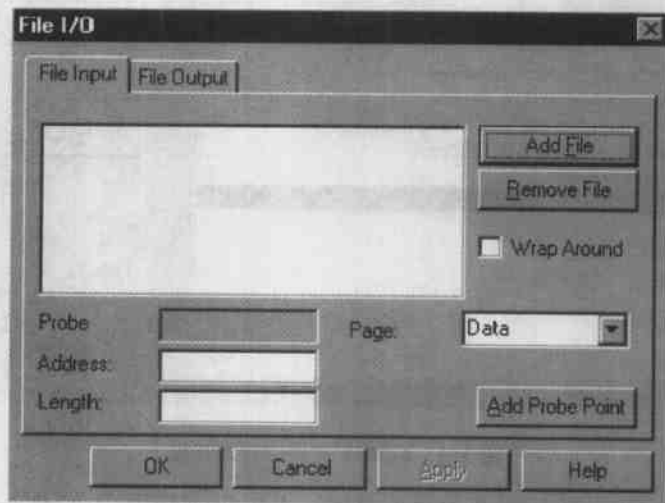

图 3.5 File I/O 对话框
(12) File I/O 允许 CCS 在主机文件和 DSP 目标系统板之间传送数据,一方面可以从 PC 机文件中取出算法文件或样本用于模拟,另一方面也可以将 DSP 目标系统处理后的数据保存在主机文件中。File I/O 功能主要与 Probe Point 配合使用。Probe Point 将告诉调试器何时从主机文件中输入/输出数据。File I/O 功能不支持实时数据交换。实时数据交换应使用 RTDX。当单击该命令时,会出现如图 3.5 所示的对话框。